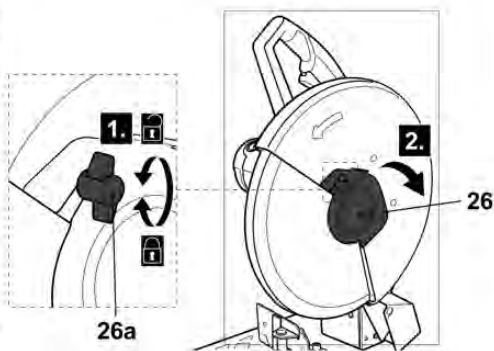

Fig. 11
> Rotiți șurubul cu aripi (26a) în sens anti-orar pentru a-l debloca, dar nu îndepărtați șurubul cu aripi. Apoi rotiți capacul (26) pentru a expune mecanismul de blocare (Fig. 11).